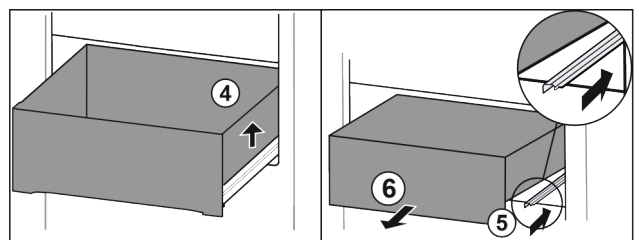

Fig. 69
- ▶ Підняти висувний ящик праворуч. Fig. 69 (4)
- ▶ Вставити праву рейку. Fig. 69 (5)
- ▶ Вийняти висувний ящик рухом вперед. Fig. 69 (6)